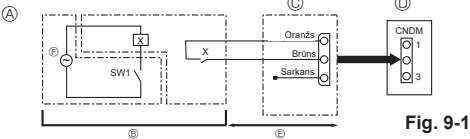

Fig. 9-1
9.1. Zema trokšņa līmeņa režīms (modifikācija objektā) (Fig. 9-1)